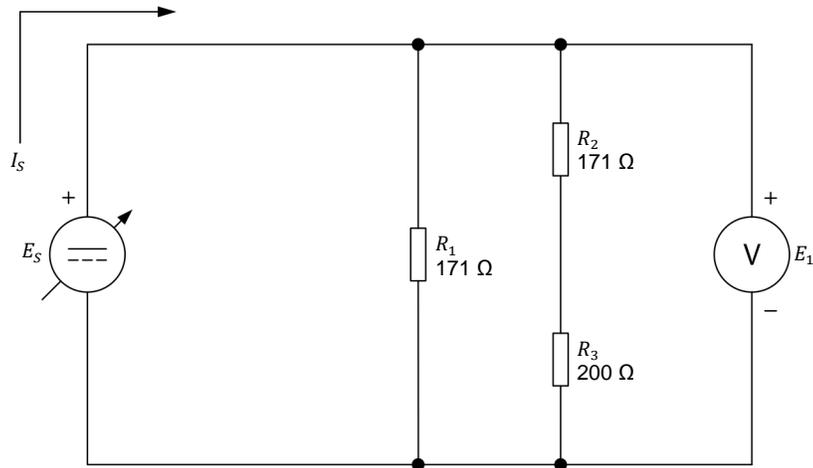

Figure 22. Déterminer la résistance équivalente de résistances connectées en série-parallèle (cas 2).
20. Montez le circuit en série-parallel montré dans la figure 22. Pour obtenir l'arrangement de résistances dans la figure 22, effectuez les connexions et réglages des commutateurs nécessaires sur le module Charge résistive.
21. Calculez la résistance équivalente $R_{Eq.}$ des résistances en série-parallèle R_1 , R_2 et R_3 dans la figure 22.